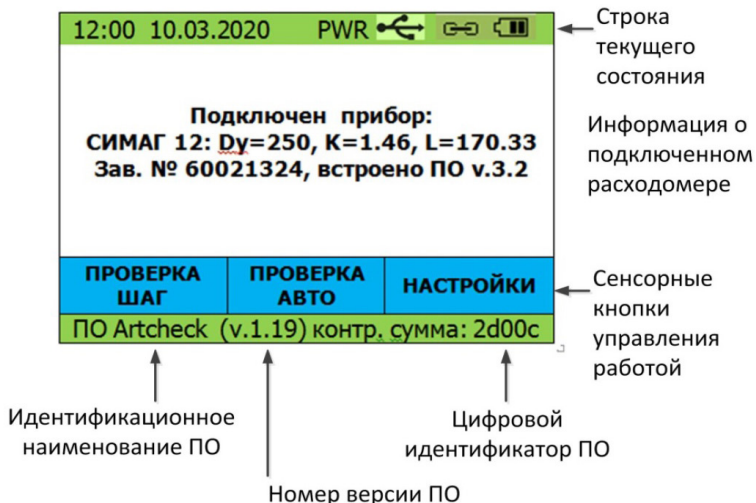

Рисунок 6.1 – Назначение элементов Главного окна и кнопок меню
- 6.1.1 После выполнения всех соединений и подачи питающего напряжения включателем на корпусе Артчек – на дисплее появится надпись загрузки, после чего будет отображаться Главное окно с информацией о версиях встроенного ПО и кнопками основного меню: ПРОВЕРКА ШАГ, ПРОВЕРКА АВТО, НАСТРОЙКИ (рисунок 6.1).